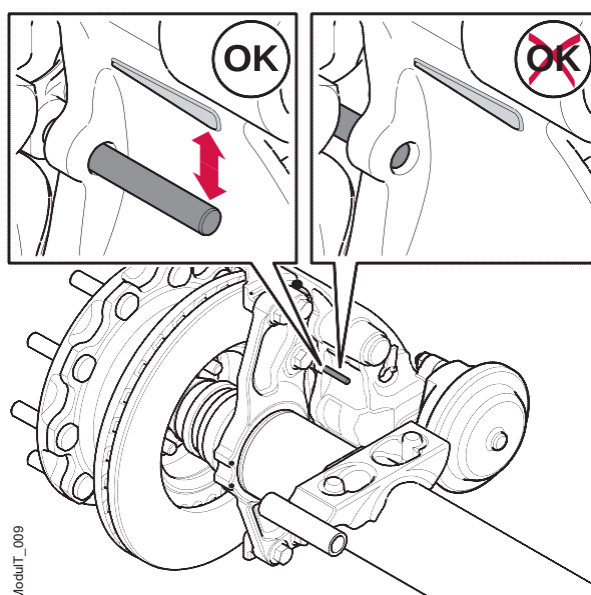

Figura 14. Inspeção do indicador visual de desgaste
1. Inspeção a posição do Indicador Visual de Desgaste (VWI), conforme localizado e mostrado na figura 14. Esta verificação pode ser feita com a roda montada ou removida.